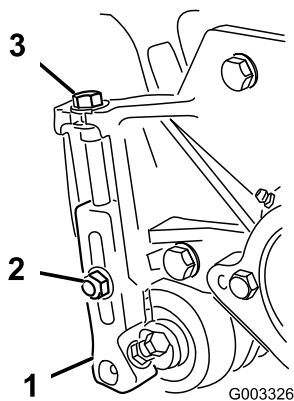

図 21
1. 刈り高アームをカッティングユニットのサイドプレートに固定しているロックナットをゆるめる (図 21)。